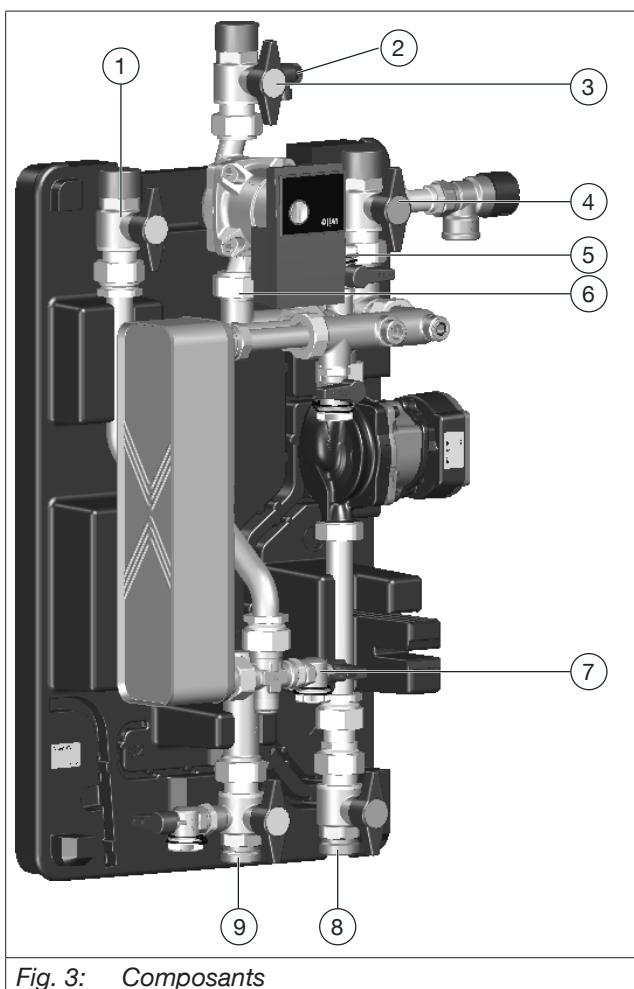

Fig. 3: Composants
4. Dévisser le capuchon du robinet de vidange et de remplissage à tournant sphérique - Eau chaude sanitaire (position (7) sur la Fig. 3 en page 7) et raccorder un tuyau de vidange.
6. Raccorder un tuyau de vidange au robinet de vidange (position (2) sur la Fig. 3 en page 7).
1. Ouvrir le robinet de vidange et de remplissage à tournant sphérique - Retour circuit ballon d'eau chaude (position (5) sur la Fig. 3 en page 7).
4. Desserrer l'écrou d'accouplement de l'équerre avec clapet ATS sur le côté circulateur (position (6) sur la Fig. 3 en page 7).